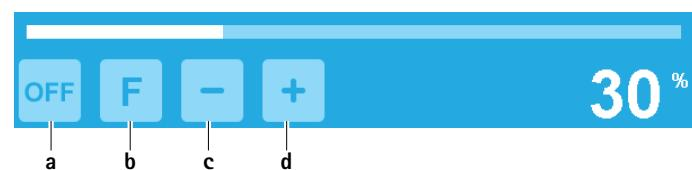

Fig. 7 Activation de la pompe d'irrigation/fonction "Flush"
- Activation de la pompe d'irrigation: actionner le bouton de mise en marche de la pompe d'irrigation a, voir Fig. 7. La pompe d'irrigation est active et fournit du liquide de refroidissement au débit d'alimentation actuellement réglé.
- Désactivation de la pompe d'irrigation: appuyer sur le bouton d'arrêt de la pompe d'irrigation a, voir Fig. 7. La pompe d'irrigation est inactive et ne fournit plus de liquide de refroidissement.